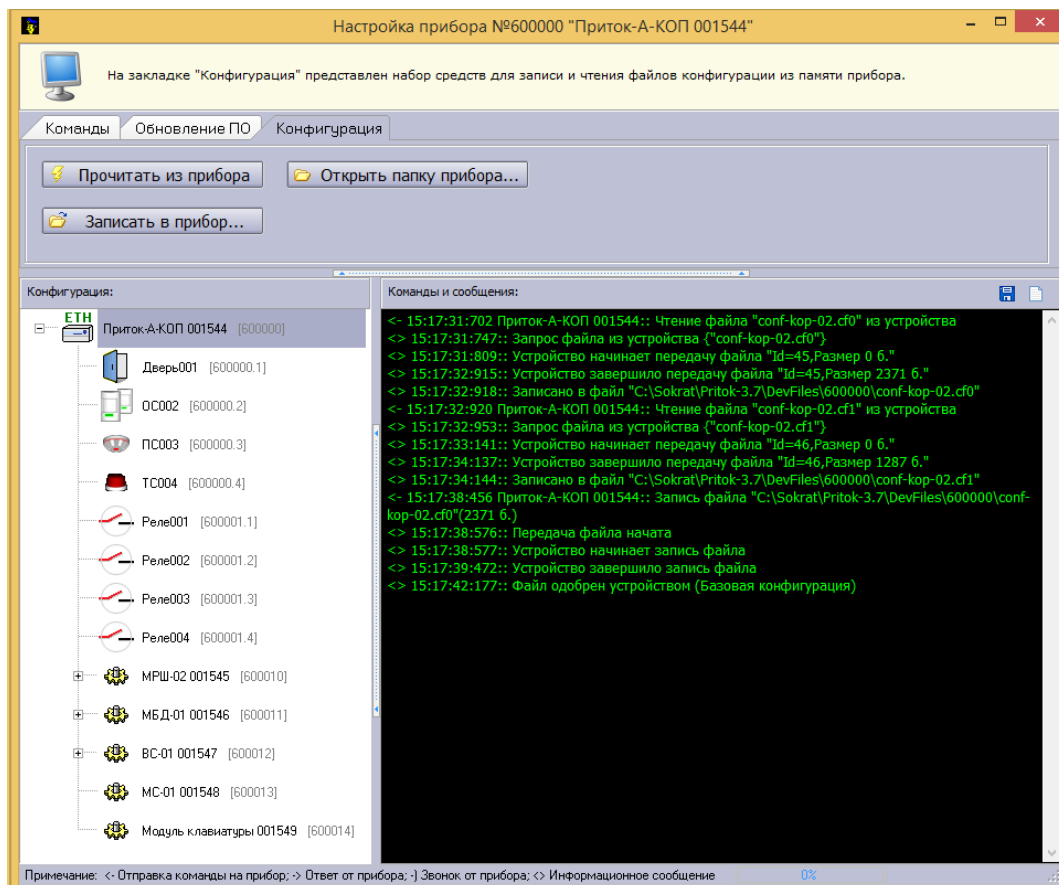

Рисунок 17 - Изменение настроек контроллера по каналу связи
1) Считать текущие настройки контроллера во вкладке «Конфигурация» (см. рисунок 17):
• открыть считанный файл с настройками программой «Конфигуратор параметров приборов серии Приток-А» версии не ниже 3.0.2 (39);
3) Записать измененный файл с настройками в контроллере во вкладке «Конфигурация» окна «Настройки прибора» (см. рисунок 17):